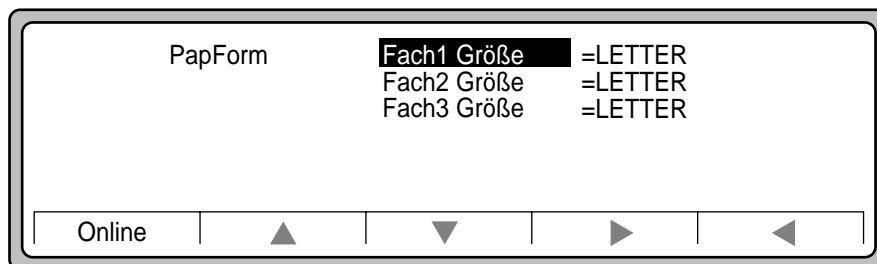

Abbildung 3-14 Papierfachausswahl
1. Zur Angabe eines Papierfachs als zusätzliches Fach drücken Sie „PapForm“ im Hauptmenü (Abbildung 3-14), um die in Abbildung 3-14 dargestellte Anzeige aufzurufen. Diese Anzeige kennzeichnet die Papierformate in den verschiedenen Papierfächern.